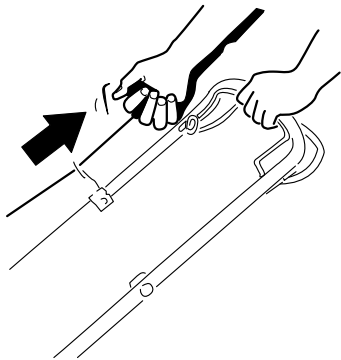

Рисунок 18
2. Без усилия потяните за рукоятку механического стартера (Рисунок 18) до появления сопротивления, затем резко потяните за нее и дайте ей медленно вернуться в направляющую шнура на рукоятке.